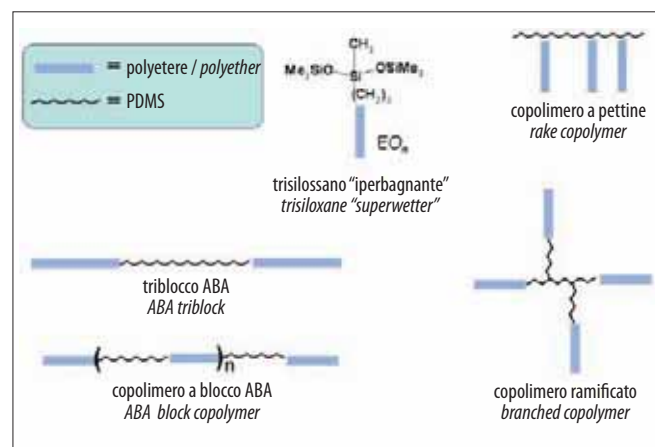

Fig. 1 - Strutture dei siliconi polieteri (SPEs) / Structures of silicone-polyethers (SPEs)
There are three major types of SPEs (Figure 1)^[8]:
no tensioattivi non-ionici con parti sia idrofile che idrofobe. Esistono tre tipologie principali di SPEs (fig. 1)^[8]:
Le tipologie SPEs (AB)_n in cui blocchi alternati o casuali di unità silossaniche e polieteri si ripetono per formare il copolimero non sono predominanti allo stato dell'arte attuale come i polieteri silconici ABA o a pettine (fig. 1). Fra le diverse categorie di
(AB)*n* types SPEs where alternating or random blocks of siloxane units and polyether units repeat to form the copolymer, are not as predominant in the art as the rake or ABA silicone polyethers (Figure 1).